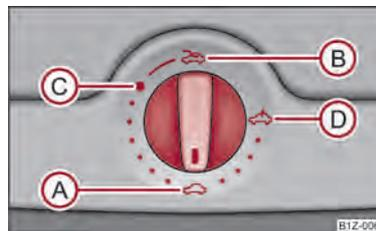

Fig. 22 Detalhe do tecto: Interruptor giratório para o tejadilho eléctrico correção/de abrir
O tejadilho correção/de abrir é accionado com o interruptor ⇒ Fig. 22 giratório e funciona só com a ignição ligada. O interruptor rotativo tem várias posições.
- Girar o interruptor na posição (C) ⇒ Fig. 22.
- Girar o interruptor para a posição (A) ⇒ Fig. 22
O tecto de correr/de abrir está equipado com uma limitação de esforço. Quando um obstáculo (p.ex. gelo) evitar que o tejadilho se feche, o tejadilho correção pára e abre-se completamente. Pode fechar completamente o tecto de correr/de abrir sem limitação de esforço, se pressionar o interruptor para a posição (A) ⇒ Fig. 22 à frente, até que o tecto de correr/de abrir esteja completamente fechado ⇒ ⚠.
Depois de cada accionamento de emergência (com a chave de porca interior) o tejadilho de correr/abrir tem de ser colocado de novo na posição inicial. Por isso, deve rodar o interruptor rotativo para a posição A ⇒ Fig. 22, e pressioná-lo para a frente durante aprox. 10 segundos. ■